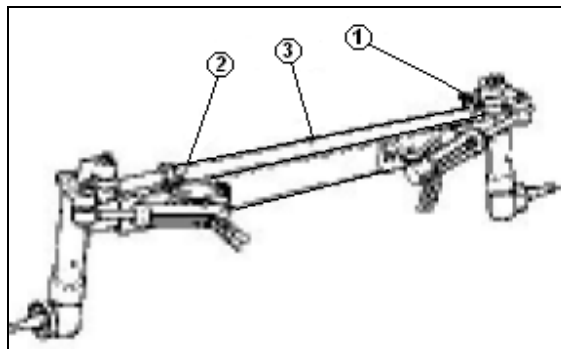

Fig.124
1. Afloje el perno y la tuerca de la abrazadera de ensamblaje de la varilla de conexión (1 Fig. 124).
2. Afloje el tornillo y la tuerca de ajuste de acoplamiento (2 Fig. 124).
3. Desenrosque el tubo de la varilla de conexión (3 Fig. 124) para aumentar la convergencia.